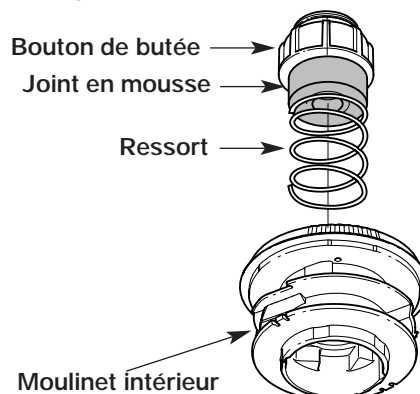

Fig. 47
1. Retirez le bouton de butée, le ressort et le joint en mousse en tournant le bouton de butée à gauche (Fig. 47).
4. Maintenez le moulinet intérieur et installez le bouton de butée, le ressort, et le joint en mousse en poussant le bouton de butée vers le bas et en le tournant à droite. Saisissez les extrémités et tirez fermement pour dégager le fil des fentes de retenue du moulinet intérieur (Fig. 47).
2. Tirez le bouton de butée, le ressort et le joint en mousse (Fig. 47).